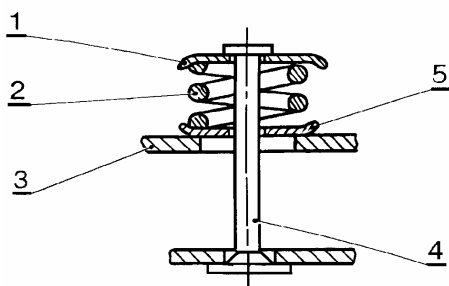

Рис.5. Установка тормозной колодки на опорной стойке:
3.9 Повернуть на 90° наружные чашки 1, рис.5, опорных стоек, снять чашки 1, пружины 2, внутренние чашки 5 и стойки 4. Для тормозного механизма с колодками 2103-3502080-81 снять направляющие пружины (отвертка, плоскогубцы).